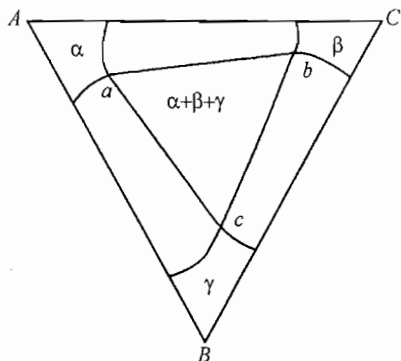

图 42-10 第四题第 3 小题
(1) 共晶反应: $L \rightleftharpoons \beta + \theta + \epsilon$ 包晶反应: $L + \eta + \theta \rightleftharpoons \epsilon$ 包晶反应: $L + \alpha + \beta \rightleftharpoons \theta$ 包共晶反应: $L + \gamma \rightleftharpoons \beta + \epsilon$
(2) 经改正的相图见图 42-10。图中 ab 、 bc 、 ca 线皆应为直线, 因为三相平衡区在水平截面图中应为直边三角形; d 点应与 c 点重合, 不应当存在 ϵ 相区, 因为水平截面图中的三相区仅在其三个顶点处与三个单相区点接触。